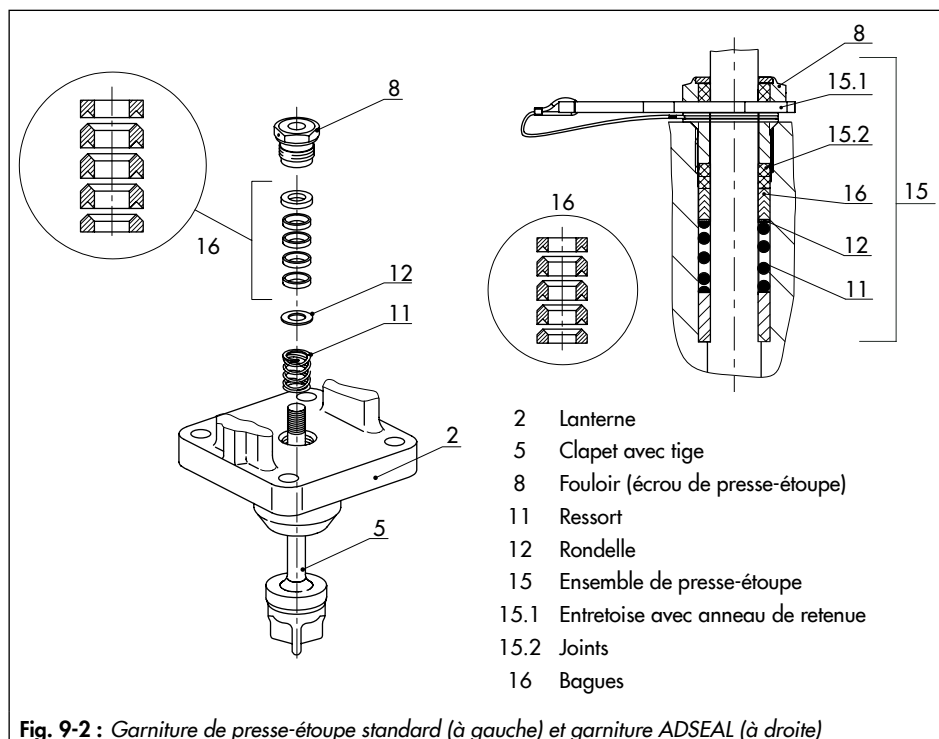

Fig. 9-2 : Garniture de presse-étoupe standard (à gauche) et garniture ADSEAL (à droite)
1. Desserrer progressivement les écrous du corps (14) en diagonale.
2. Dévisser l'écrou d'accouplement (9) et le contre-écrou (10) de la tige de clapet (5).
3. Dévisser complètement le fouloir (8).
4. Retirer la lanterne (2) du corps (1) au-dessus de la tige de clapet (5).
7. Enduire toutes les pièces du presse-étoupe ainsi que la tige de clapet (5) avec un lubrifiant approprié.
8. Placer la lanterne (2) sur le corps (1).
9. Insérer avec précaution les pièces du presse-étoupe dans leur logement à l'aide d'un outil approprié en les faisant passer par-dessus la tige de clapet. Veiller à les remonter dans le bon ordre, cf. Fig. 9-2.
10. **Vanne de répartition < DN 32 :** enfoncer le clapet (5) dans le siège inférieur (141).
**Vanne de répartition ≥ DN 32 :** enfoncer le clapet (5) dans le siège supérieur (4).
**Vanne de mélange :** enfoncer le clapet (5) dans le siège inférieur (141). Serrer progressivement les écrous de corps en diagonale. Respecter les couples de serrage prescrits.
11. Visser la douille fileté (8) jusqu'en butée. Respecter les couples de serrage prescrits.
12. Visser légèrement le contre-écrou (10) et l'écrou d'accouplement (9) sur la tige de clapet.
- Ressort (11)
- Rondelle plate (12)
- Bagues (16)
4. Insérer l'entretoise rouge (15.1) entre la douille fileté (8) et l'anneau de retenue, cf. Fig. 9-2.
1. Défaire l'écrou d'accouplement (9) et le contre-écrou (10) de l'extension de la tige de clapet (25).
2. Dévisser complètement le fouloir (8).
3. Retirer les vis (32) et écrous (33).
4. Soulever la lanterne (2) avec précaution au-dessus de l'extension de la tige de clapet (25).
7. Enduire toutes les pièces de la garniture ainsi que l'extension de la tige de clapet (25) de graisse.
8. Placer la lanterne (2) avec précaution au-dessus de l'extension de la tige de clapet (25) sur la pièce d'isolement (21).
9. Insérer avec précaution les pièces du presse-étoupe dans son logement à l'aide d'un outil approprié en les faisant passer par-dessus l'extension de tige de clapet. Veiller à les remonter dans le bon ordre, cf. Fig. 9-2.
10. Fixer la lanterne à l'aide de vis (32) et d'écrous (33). Respecter les couples de serrage prescrits.
11. Visser la douille filetée (8) jusqu'en butée. Respecter les couples de serrage prescrits.
4. Insérer l'entretoise rouge (15.1) entre la douille filetée (8) et l'anneau de retenue, cf. Fig. 9-2.